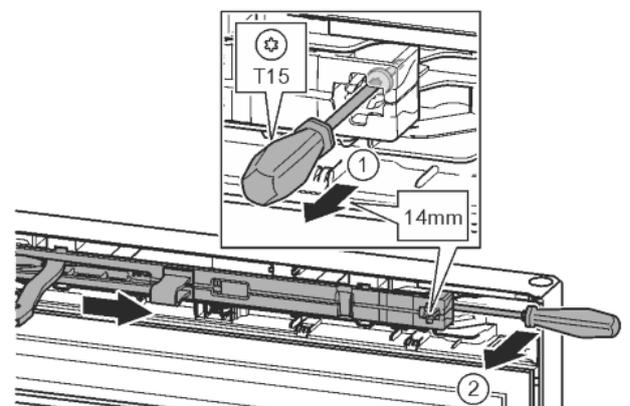

Fig. 11
- ▶ Ослабить винт на узле амортизатора с помощью отвертки T15 примерно на 14 мм. Fig. 11 (1)
- ▶ Отверткой со стороны ручки переместиться за узел амортизатора и повернуть вперед. Fig. 11 (2)
- ▶ Извлечь узел амортизатора. Fig. 11 (3)